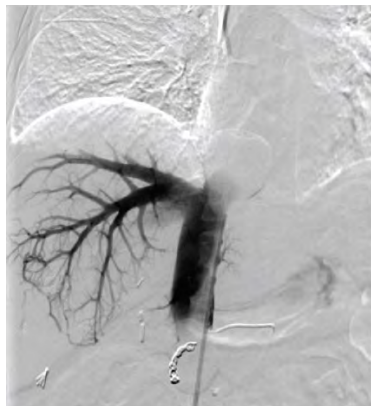

Figura 27
- (f) Una volta gonfiati i palloncini, eseguire, attraverso le fenestrazioni, una cavografia della vena cava inferiore limitata (retro-epatica), utilizzando una tecnica angiografica a sottrazione digitale. Prima di iniettare il mezzo di contrasto, ridurre la velocità della pompa a 1000 giri/min ed escludere il circuito. Iniettare il mezzo di contrasto iodato attraverso la porta del MEZZO DI CONTRASTO per accertarsi che il catetere abbia isolato correttamente il flusso venoso epatico tra i palloncini. Il palloncino cefalico deve occludere la vena cava inferiore appena sopra la vena epatica più alta (la più vicina all'atrio destro). Al contrario, il palloncino caudale deve occludere la vena cava inferiore appena sotto la vena epatica più bassa (sopra le vene renali), come illustrato nell'immagine radiografica in Figura 27.